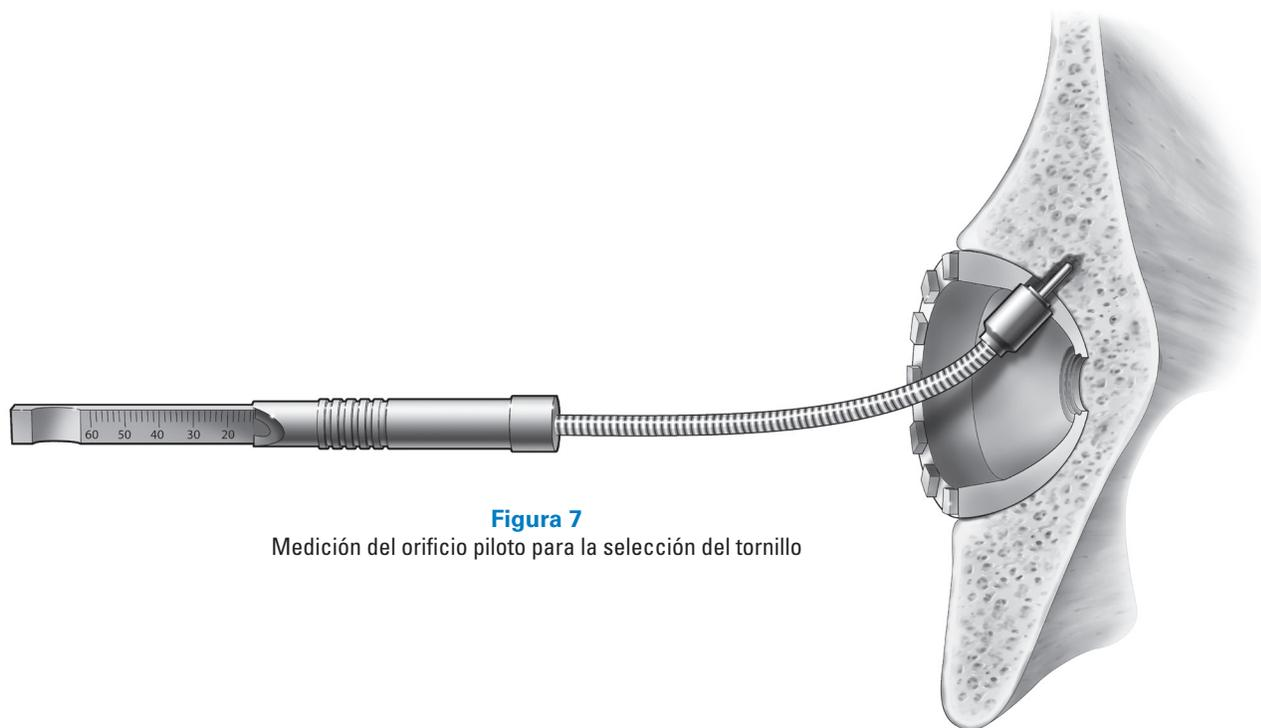

Figura 7
Paso 3. Determine la longitud del tornillo insertando el **medidor de profundidad flexible** (T6158) y deslizando la barra en el agujero del tornillo (*Figura 7*).